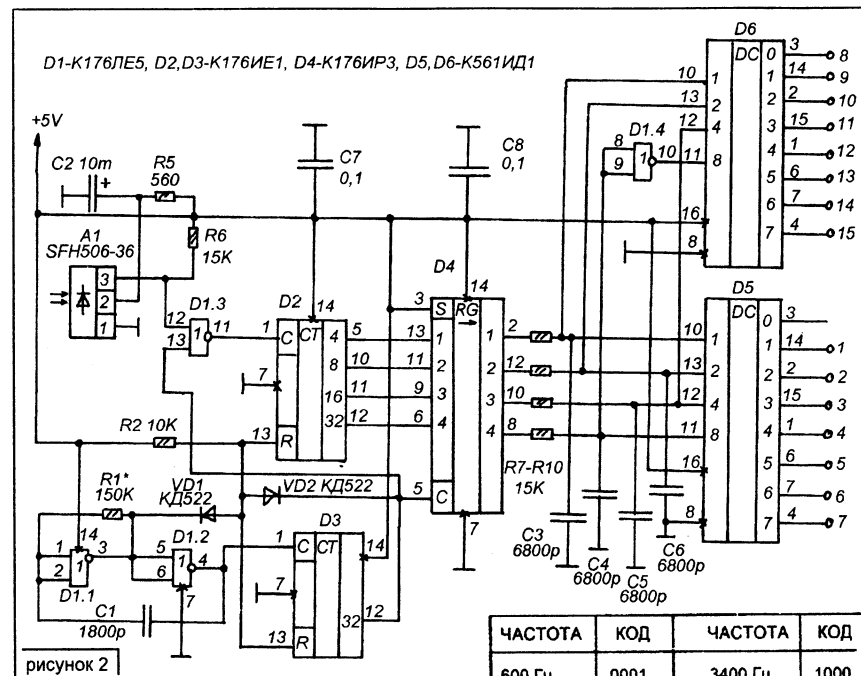

рисунок 2
Антенна (рис.2) состоит из деревянной рейки 1 и двух перекладок 2 и 3 на одном её конце. На другом конце рейки крепятся пластмассовые шквы 15 и 16. Между перекладками, ближе к их центру, расположены по одному пластмассовому шкву 10 и 11, а на концах по два 6 и 7, 8 и 9 соосных пластмассовых шквы (Вид I), соединенных цилиндрическими пружинами 35 и 35а, соответственно. Пружины изготавливаются из стальной пружинной проволоки диаметром 0,8 мм с плотной, соответственно, левой и правой навивкой 45 витков на оправку диаметром 13 мм. Вдоль рейки передвигается бегунок 26, с фиксацией 29, 30 после выбора необходимого положения. На бегунке располо-
Концы шлейфа 1 зачищаются, загибаются кольцом, в два оборота, вокруг малого диаметра шкивов 13 и 14, и крепятся на своем проводе пайкой. Если перемишка поставлена правильно, по рис.2, то первые её витки отражают сигнал, а фольга отражает остатки его электромагнитного поля. Теперь второй конец шлейфа 1 крепится на шкиве 12 в "среднем" ручье. Шкив подкручивается. В крайнем ручье крепится нить 33 длиной 2 метра и, примерно, 1 м её подматывается.
- 2) на узких сторонах рейки 1 - для "Узла" Вид IV на рис. 2, со стрелкой, указывающей с какой стороны рейки 1 устанавливается "Узел";
Сначала бегунком 26 устанавливается длина двух половин вибратора. Затем, перемещением "Узла" Вид IV (рис.2) устанавливается длина фидера. Перемишками 24 и 25 устанавливается рабочая длина шлейфов 1 и 2. Поворотом антенны на оси 39 (без таблицы) выбирается направление, обеспечивающее наиболее качественное изображение.
Настройка. Сначала нужно установить частоту на выходе мультивибратора D1.1-D1.2 (рис.2) равной 3200 Гц. Затем, нажимая кнопки пульта нужно установить сопротивления подстроечных резисторов пульта таким образом, чтобы выполнялась четкая и безошибочная передача команд. В таблице приведены частоты, которые должен вырабатывать мультивибратор пульта при подаче команд и коды этих команд на выходе D4.